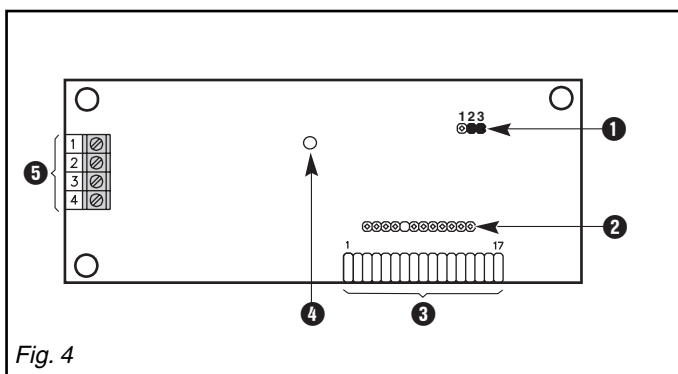

Fig. 4
3.4 Composant du produit (Fig. 4)
- ❶ Cavalier de configuration : mettre le cavalier sur la position 2-3.
- ❷ Connecteur d'extension.
- ❸ Connecteur de raccordement avec la carte mère.
- ❹ LED allumée lors de la transmission téléphonique.
- ❺ Bornier téléphonique.
Déclaration du niveau de sécurité (fig. 4)